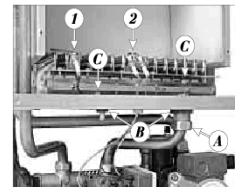

Рис. 19 – Монтаж горелки
- отсоедините проводники ионизационной (1) и зажигательной (2) электродов от автоматики зажигания;
- выверните гайку (А) (не потеряйте металлический прокладочный кружок, используется при обратном монтаже). Выверните жестяные гайки (В), прикрепляющие доску горелки к камере сгорания и уклоните трубку между горелкой и газовым клапаном, как приведено на рис. 19;